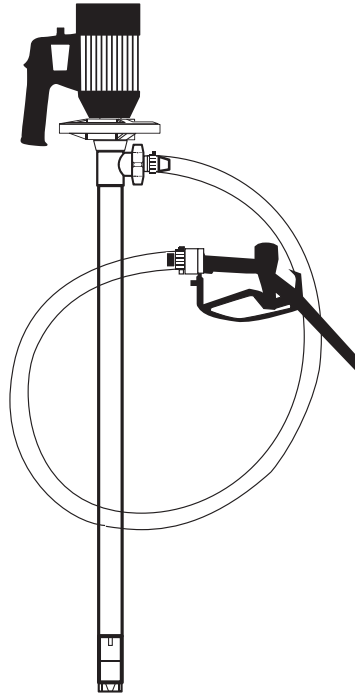

Figura 12
- Una vez la bomba (consulte la Figura 12) esté completamente montada y todas las conexiones se encuentren firmemente sujetas, inserte la bomba en el tambor con líquido.